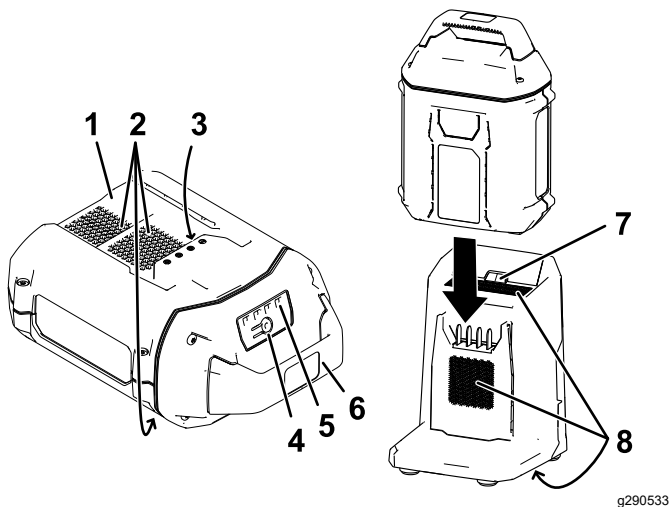

Bild 23
2. Fluchten Sie das Loch im Akkupack (Bild 23) mit der Zunge am Ladegerät aus.
3. Schieben Sie den Akkupack in das Ladegerät, bis es einrastet (Bild 23).